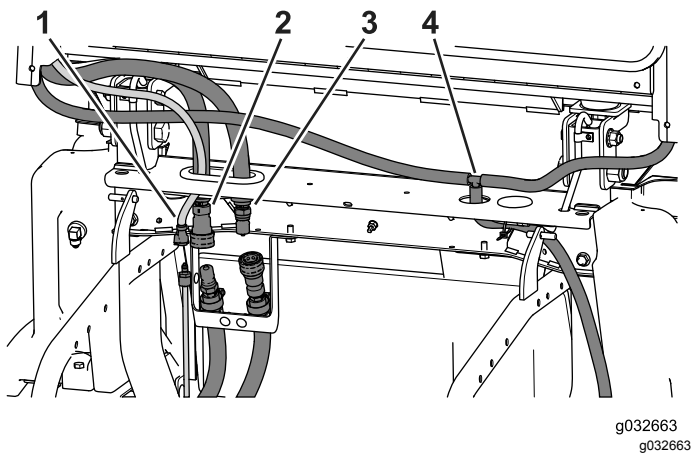

Figura 109
1. Desligue o tubo de lavagem, o tubo de alimentação do aquecedor e o tubo de retorno (Figura 109).
- Retire quaisquer braçadeiras que prendem o tubo de drenagem à máquina (Figura 109).